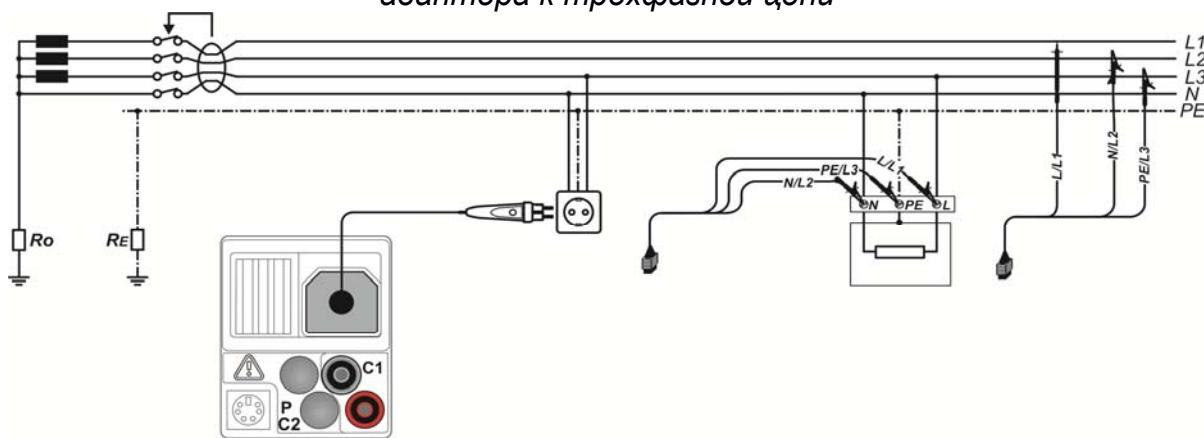

Рисунок 5.3: Подключение штепсельного щупа и 3-х проводного тестового кабеля к однофазной цепи
- и Рисунок 5.3: *Подключение штепсельного щупа и 3-х проводного тестового кабеля к однофазной цепи*